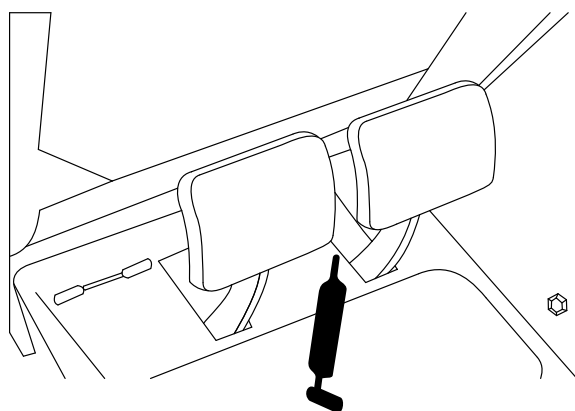

Figura 43
- Albero del pedale del freno (1) (Figura 43)